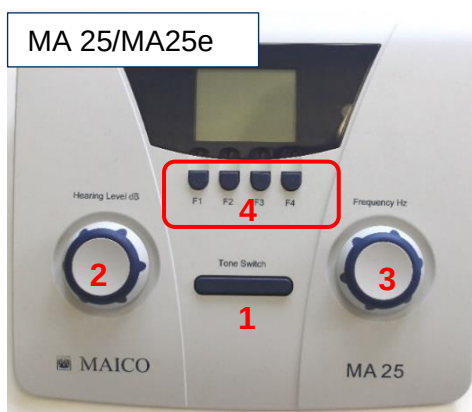
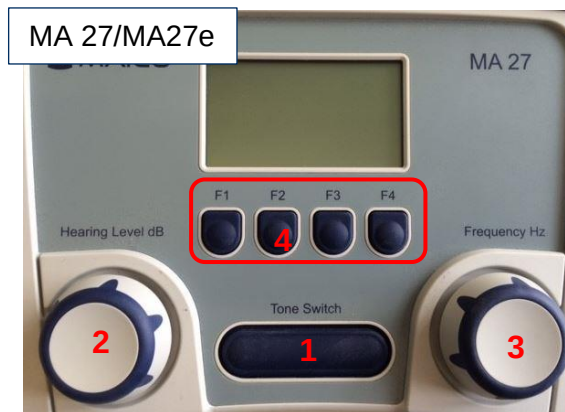

Abbildung 10
Abbildung 11
Zum Einschalten des Audiometers drücken Sie die Taste **Tone Switch (Tonschalter)** (Abbildung 10/Abbildung 11, 1).
Abbildung 10 und Abbildung 11 zeigen den Geräteaufbau. Tabelle 6 gibt weitere Erläuterungen.
Bei den Tasten unterhalb des Displays handelt es sich um Funktionstasten. Die Funktion der Taste wird unten im Display angezeigt. Diese Tasten sind beschriftet mit **F1**, **F2**, **F3** und **F4**. Siehe Abbildung 10 und Abbildung 11 (4) sowie Tabelle 7 für die für jede Funktionstaste im Testmodus verfügbaren Auswahlmöglichkeiten.